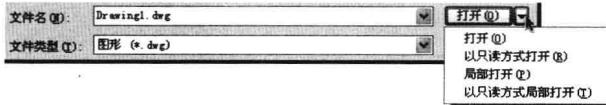

图1-3-3
- (1) 在快速访问工具栏中,单击“打开”按钮,打开选择文件对话框,单击“打开”按钮右侧的三角形按钮,在弹出的快捷菜单中有4个选项,如图1-3-3所示。选择不同的打开方式所打开的文件属性不同。